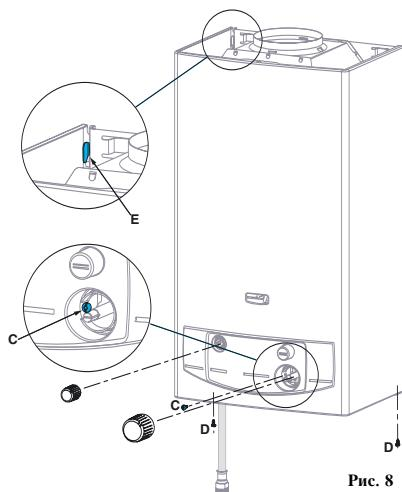

Рис. 8
- Отверните винт С крепления фальшпанели (находится под рукояткой регулятора температуры) (рис. 8)
- Отверните 2 винта Д крепления передней панели (рис. 8)
- Приложите переднюю панель к аппарату (рис. 8)